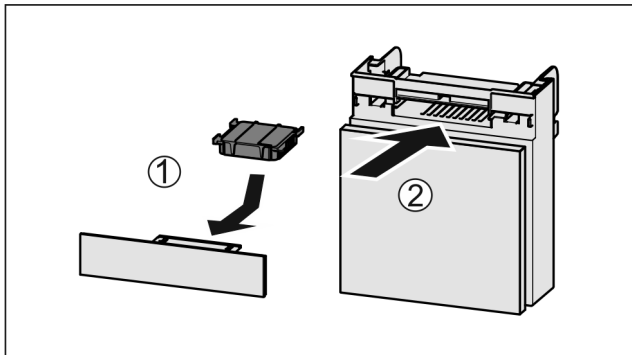

Fig. 148
- ▶ Insérer le filtre à charbon actif d'après le schéma Fig. 148 (1).
- ▶ Insérer le compartiment Fig. 148 (2).